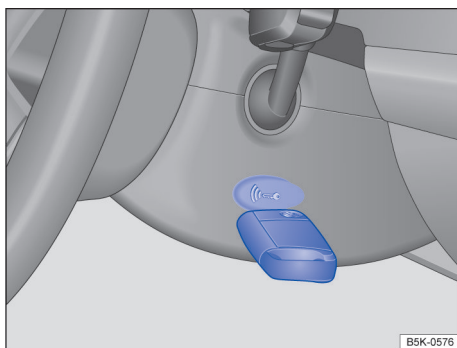

Fig. 90 A la derecha en la columna de dirección: función de arranque de emergencia en vehículos con sistema de bloqueo y de arranque Keyless Access sin llave.
- Mantener la llave del vehículo directamente después de presionar el pulsador de encendido y arranque a la derecha de la columna de dirección → fig. 90.